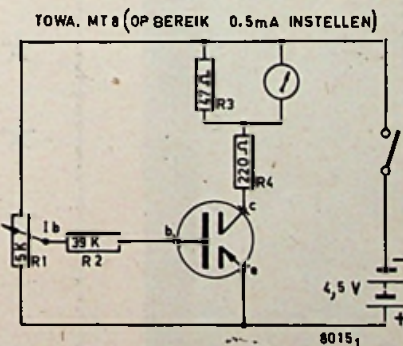

FIG. 1
Aangezien de multivibrator slechts wil werken als de anodespanning positief is, zal de frequentie van de multivibrator worden gemoduleerd met de netfrequentie en we krijgen een spanningsbeeld als in fig. 1.
Ter vereenvoudiging hebben we in fig. 1 een z.g. „mengschema” getekend zonder een spoelblok. In plaats daarvan ziet u 6 aansluitingen, genummerd (1) t/m (6). Bij elk beschreven spoelblokje staat een weliswaar schematische, maar toch zo natuurgetroouw mogelijk aansluitschema.